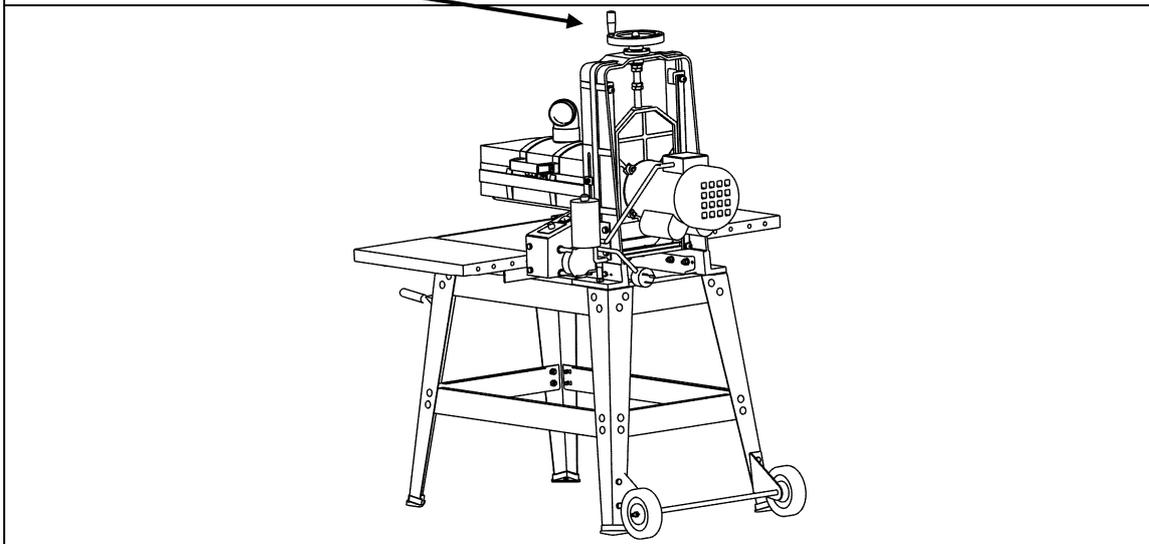

Figure 5
3. Abaissez l'ensemble poignée de réglage de la hauteur sur l'arbre de réglage de la hauteur et serrez la vis de serrage à l'aide de la clé hexagonale fournie de 4 mm. (Reportez-vous à la Figure 5.)